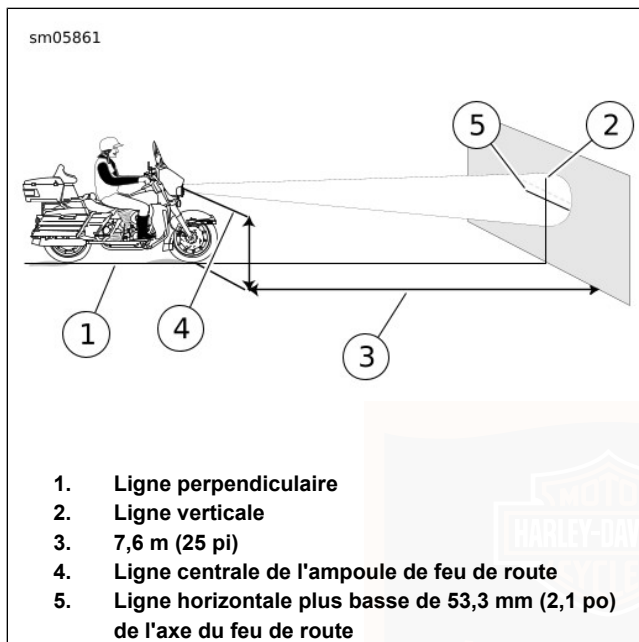

Figure 93. Alignement du phare : Type à l'halogène quartz
4. Voir Figure 93. Garer la moto selon une ligne perpendiculaire (1) au mur.
6. Tracer une ligne verticale centrale (2) sur le mur qui soit alignée avec la ligne (1).
7. Avec la moto chargée, orienter la roue avant tout droit vers le mur. Mesurer la distance (4) entre le sol et l'axe de l'ampoule :
8. Tracer une ligne horizontale (5) croisant la ligne verticale :
- a. **Halogène quartz** : Voir Figure 93. 53,3 mm (2.1 in) de moins que la distance mesurée.
- c. **DÉL, carénage monté sur cadre** : Voir Figure 93. 53,3 mm (2.1 in) de moins que la distance mesurée.
- a. **Halogène quartz** : Voir Figure 93. Tache lumineuse centrée sur le repère avec le phare réglé sur le **feu de route**.